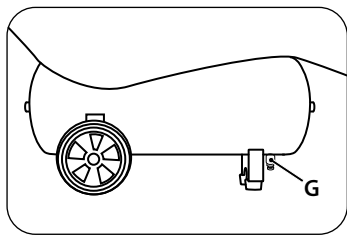

рис. 10
(удаления) конденсата (G) из ресивера (рис. 10)
При первом запуске компрессор должен проработать без нагрузки около 10 минут с полностью открытым регулятором давления выходного воздуха и клапаном слива конденсата из ресивера (рис. 10).